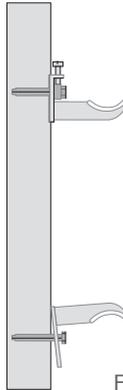

Fig. 1
- 7) Répétez l'étape précédente pour la console inférieure en la montant à l'envers, comme indiqué (Fig.1).